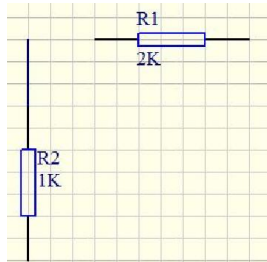

图 4.28 确定连线的拐点
(1) 执行绘制导线的命令，有三种方法：
- ① 执行菜单命令 Place/Wire。
- ② 按下 **P** 键，松开后按下 **W** 键。
- ③ 用鼠标左键单击连线 (Wiring) 工具栏中的  按钮。
(2) 此时光标变成“十”字状，系统进入连线状态。将光标移到 R2 的第一引脚，会出现一个黑色的小圆点，单击鼠标左键，确定导线的起点。
(3) 移动鼠标拖动导线线头，在转折处即连线的拐点处单击鼠标左键确定，如图 4.28 所示。每次转折都需要单击鼠标左键。